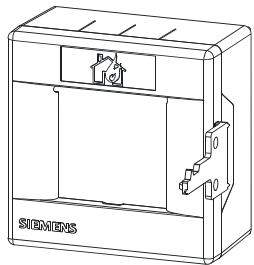

Fig. 2
1. Break out the key and open the cover (see Fig. 2).
1. Open cover with key (see Fig. 2).
1. Brechen Sie den Schlüssel aus und öffnen Sie den Deckel (siehe Fig. 2).
1. Öffnen Sie mit Hilfe des Schlüssels den Deckel (Fig. 2).
1. Enlevez la clé et ouvrez le couvercle (voir Fig. 2). Conservez la clé dans un endroit sûr.
1. Ouvrez le couvercle à l'aide de la clé (Fig. 2).